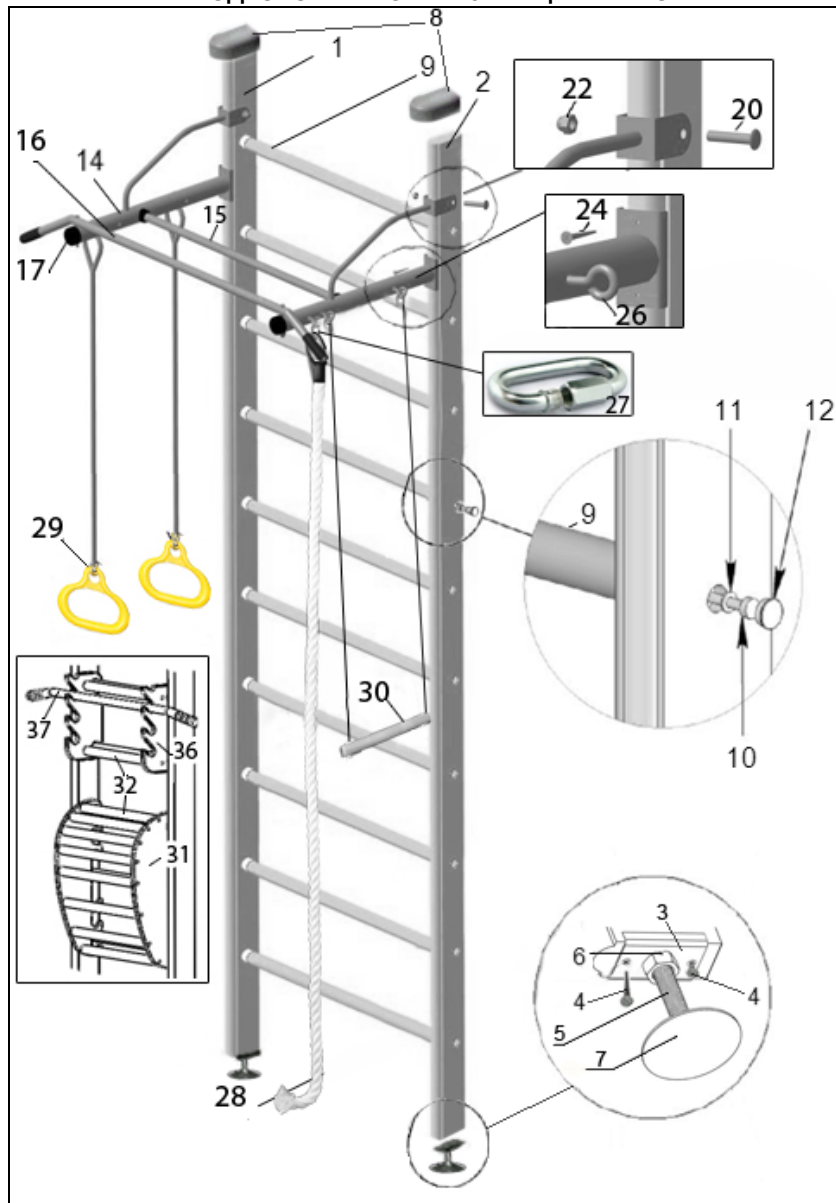
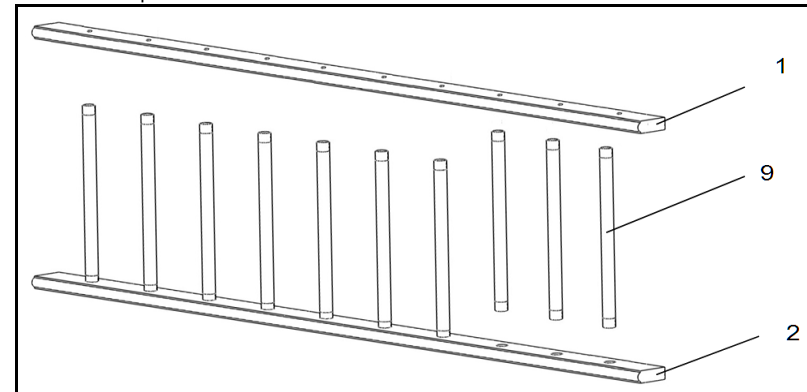

Рисунок 1
Рисунок 2
4.2. Разложить зеркально стойки (№1, №2). Вставить ступени-поперечины (№9) в соответствующие отверстия стоек (№1, №2) (рисунок 2). С помощью саморезов (№10) и шайб (№11) закрепить поперечины к стойкам. Установить заглушки (№12) (рисунок 1).
4.4. Выбрать место для установки Комплекса. Установить стойки шведской стенки вертикально болтами-домкратами (№5) на опоры нижние (№7). На верхних концах стоек шведской стенки установить декоративные упоры (№8) (Рисунок 1).